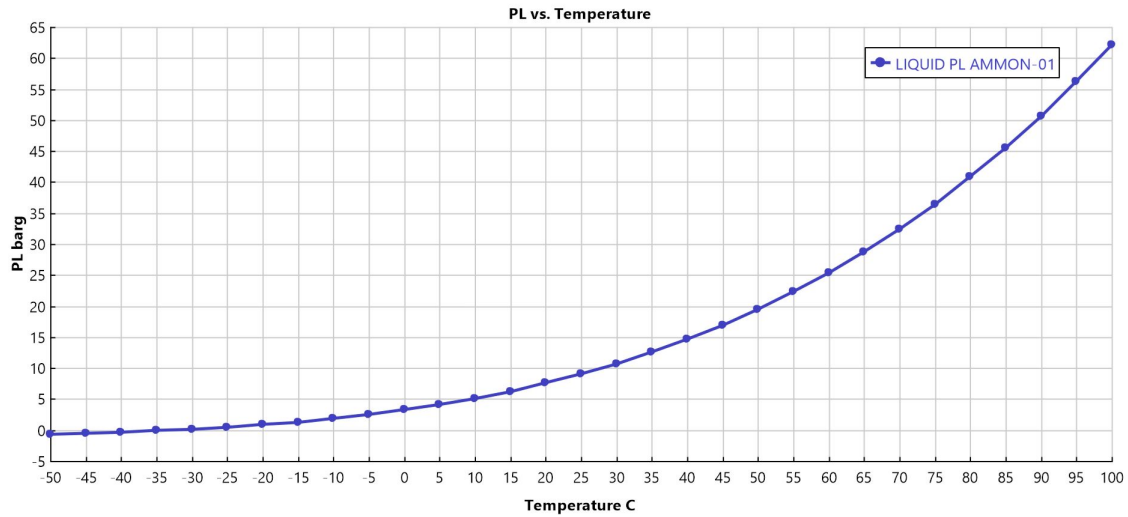
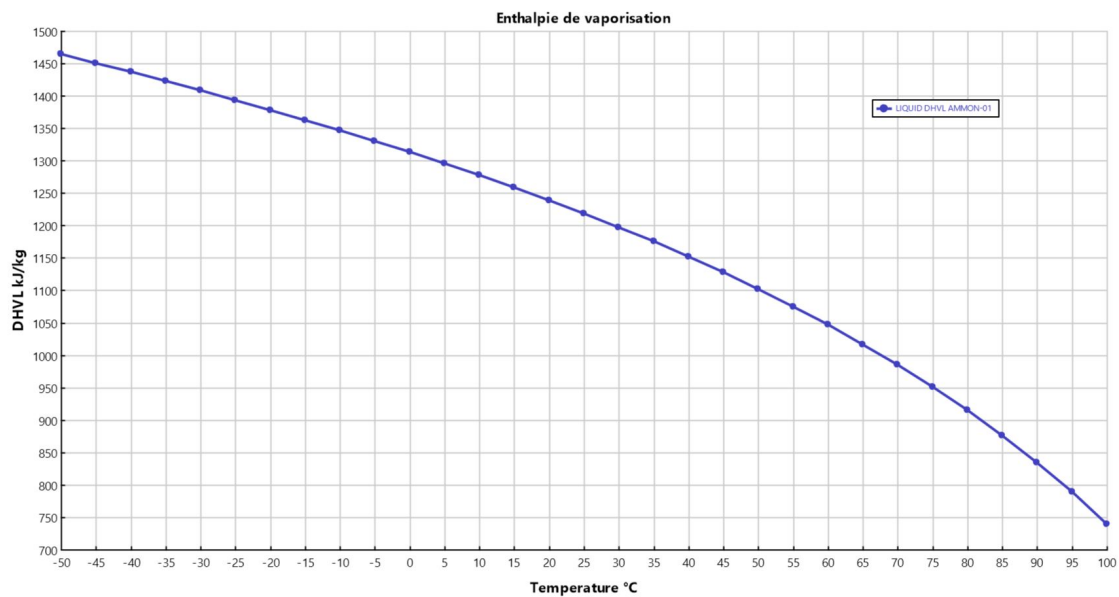

FIGURE 1 – Graphe de la tension de vapeur (en barg) par rapport à la température (en °C).
FIGURE 2 – Graphe de l'enthalpie de vaporisation (en kJ/kg) par rapport à la température (en °C).
**Quelle est la pression normale de stockage ?** La température normale de stockage étant de 20 °C et la pression à l'intérieur du tank étant égale à la tension de vapeur de l'ammoniac, on trouve, via la figure 1
**Quelle sera la pression de stockage en été (30 °C) ?** A nouveau, en s'aidant de la figure 1, on trouve
**Quelle sera la température du liquide durant la décharge via la soupape ?** A partir de la figure 1, on trouve
où  $\Delta H_{\text{vap}}(T_{\text{décharge}}) \approx 1115 \cdot 10^3 \text{ J/kg}$  est trouvé en utilisant la figure 2. Pour calculer  $Q$ , qui correspond à l'absorption totale de chaleur par les surfaces en contact avec l'ammoniac liquide (exprimé en W) nous pouvons utiliser la formule suivante[1]
**Si la pression de design de l'équipement était de 20 barg, quel serait l'effet d'augmenter la pression de tarage de 5 bar et de la porter à 20 barg ?** Afin d'éviter de refaire tous les calculs (et les divers changement d'unités) pouvant aboutir à un grand nombre d'erreurs de calculs et de conversion, nous avons créer une fonction Matlab permettant de calculer la taille de l'orifice automatiquement (présente en annexe A. Cette fonction prend 4 paramètres en argument : la pression de tarage en bars absolu, la température de décharge en Kelvin (mesurable sur la figure 1), l'enthalpie de vaporisation correspondant à la température de décharge en kilojoules (mesurable sur la figure 2) et un dernier paramètre dont la valeur vaut 1 pour cette question3. Dans ce cas ci, la pression de tarage vaut 21 bar. La pression de décharge valant, dans le cas d'un incendie, 121% de ma pression de tarage, on peut trouver la température de décharge et l'enthalpie de vaporisation correspondante. On trouve  $T_{\text{décharge}} = 58 \text{ °C}$  et  $\Delta H_{\text{vap}}(T_{\text{décharge}}) = 1050 \text{ kJ/kg}$ . En rentrant ces 3 paramètres dans notre fonction, on trouve